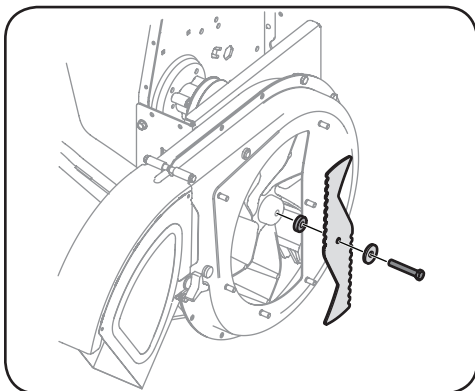

Figura 5-16
- Saque el perno hexagonal, la arandela plana y el espaciador para liberar totalmente la cuchilla de la trituradora. Vea la Figura 5-16.